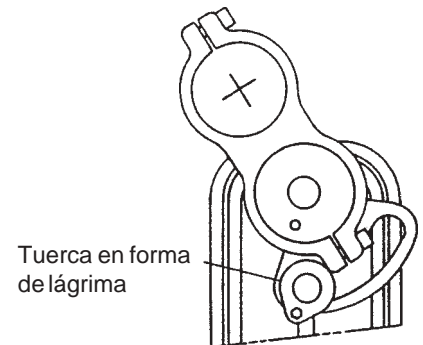

Figura 2
5. Cuando se hagan orificios cerca del borde de la superficie de trabajo, puede ser necesario mover el punto de corte más cerca del borde de la ventosa en vacío. Con la llave allen de 5 mm, afloje la tuerca en forma de lágrima y gire hasta llegar al punto deseado y apriétela, como se ve en la figura 2. Vuelva el punto de corte al eje central cuando haya finalizado estos orificios, como se ve en la figura 3. Ésta es la posición óptima de mayor adherencia.